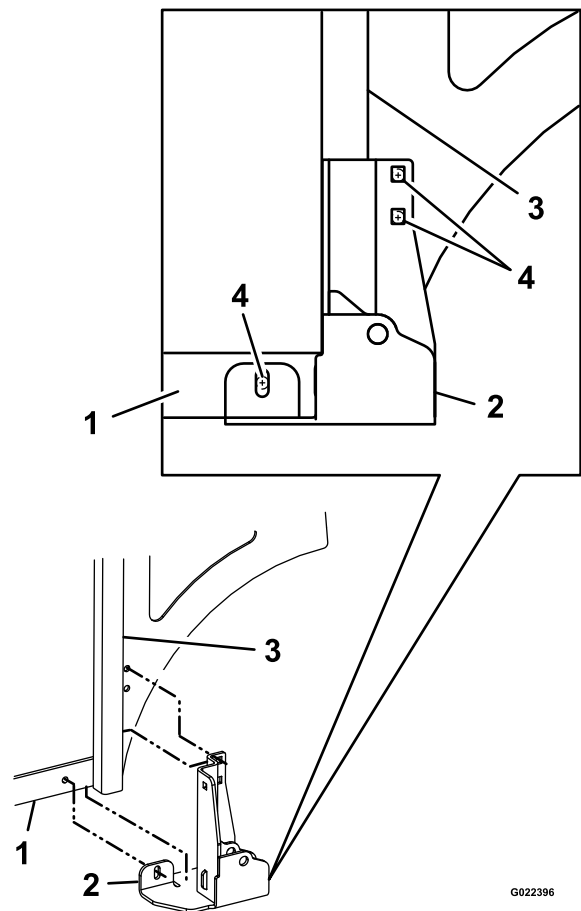

Figure 3
1. Placez le support d'actionneur inférieur sous le cadre arrière gauche et contre la surface extérieure du montant vertical (Figure 3).
Remarque: Si le cadre ne comporte pas de trous, veuillez à bien appuyer le support contre le cadre, repérez le centre des trous et percez 3 trous (8,4 mm ou 11/32 po de diamètre), comme montré à la Figure 3.